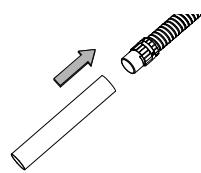

Fig. 6
4. Ansluta röret: Sätt i röret i andra änden av slangen (Fig. 6).